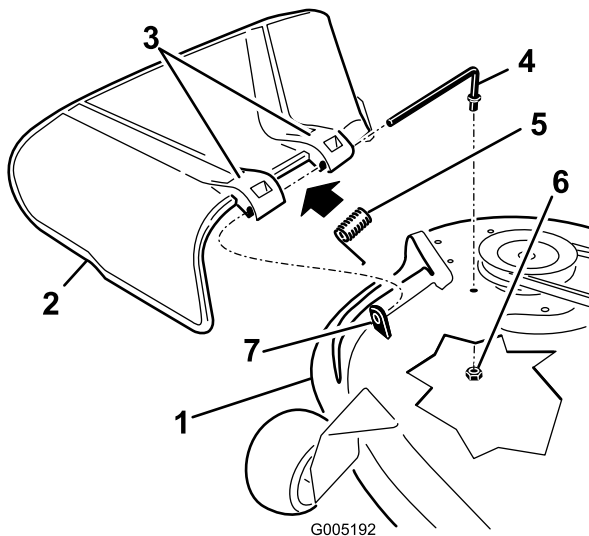

Figura 58
1. Retire la tuerca (3/8 pulgada) de la varilla (debajo del cortacésped) (Figura 58).
- Retire la varilla del espaciador corto, del muelle y del deflector de hierba (Figura 58).
- Vuelva a colocar el deflector de hierba (Figura 58).
- Deslice la varilla por el segundo soporte del deflector de hierba (Figura 58).
- Sujete el extremo trasero de la varilla al cortacésped con una tuerca (3/8 pulgada), según se muestra en Figura 58.